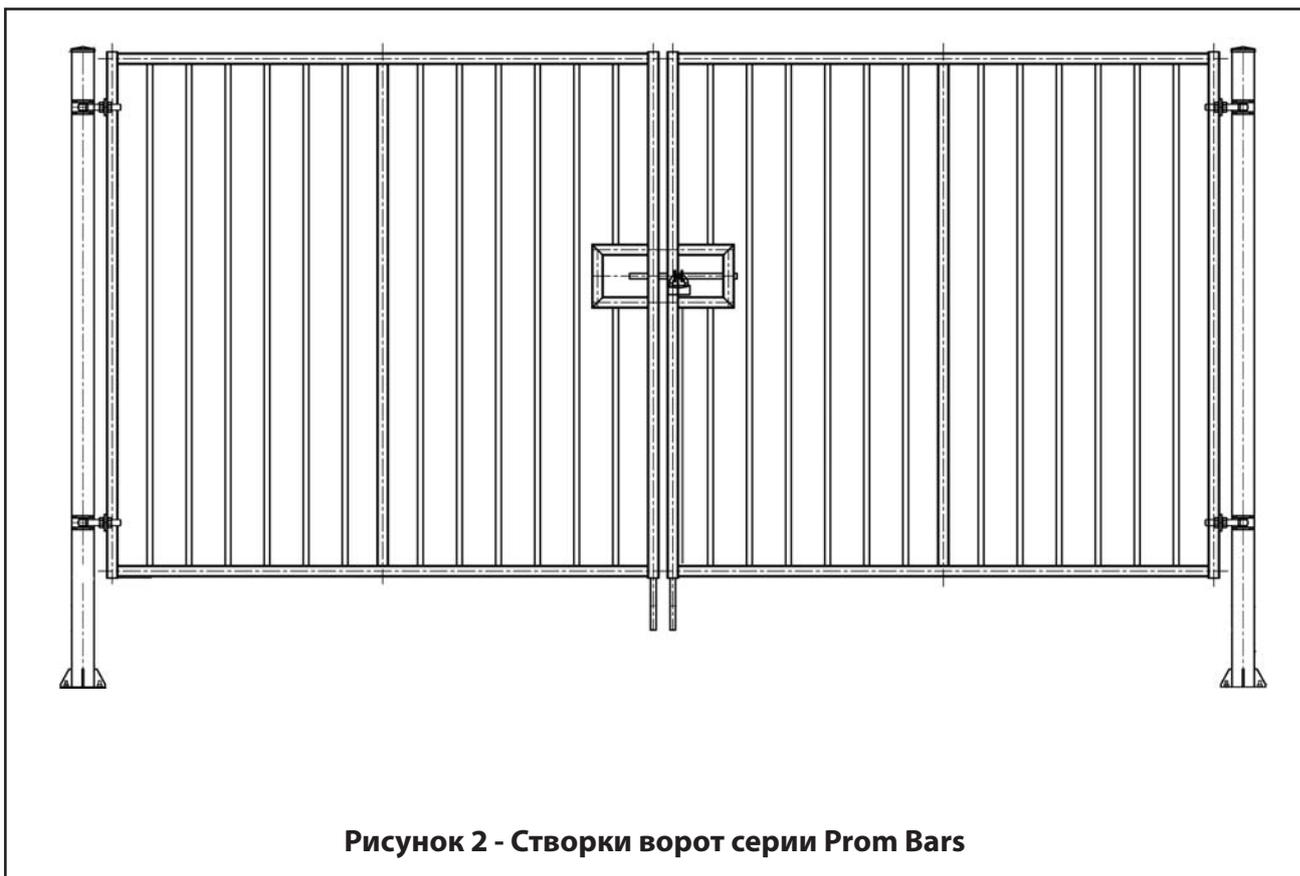

Рисунок 2 - Створки ворот серии Prom Bars
- Рамку с заполнением профильной трубой 30x20x1,5, вертикально вваренной с шагом 120-130 мм рисунок 2 (исполнение PROM Bars).